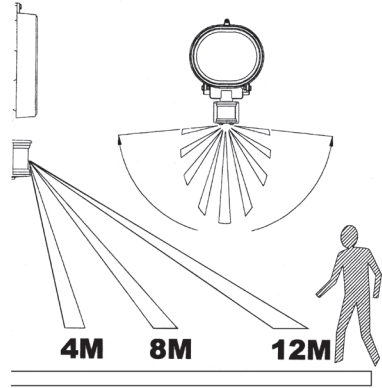

Fig. 1A
- Passende monteringshøyde er 1,8 til 2,5 meter over det området som skal belyses (Fig. 1A).
- Reflektoren må ikke rettes mot reflekterende overflater som f.eks. hvite vegger eller svømmebasseng. Strålekasterens virkeområde (maks. 12 m ved 180°, Fig. 1A) kan variere avhengig av monteringshøyde og plassering. Forandring i temperatur kan virke inn på sensorens rekkevidde.